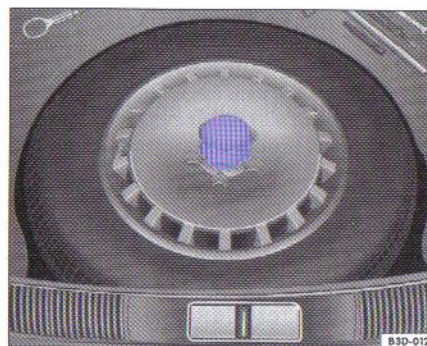

Fig. 20 Roata de rezervă sub podeaua portbagajului
- Deșurubați roțița din centrul roții de rezervă ⇒ fig. 20, complet.